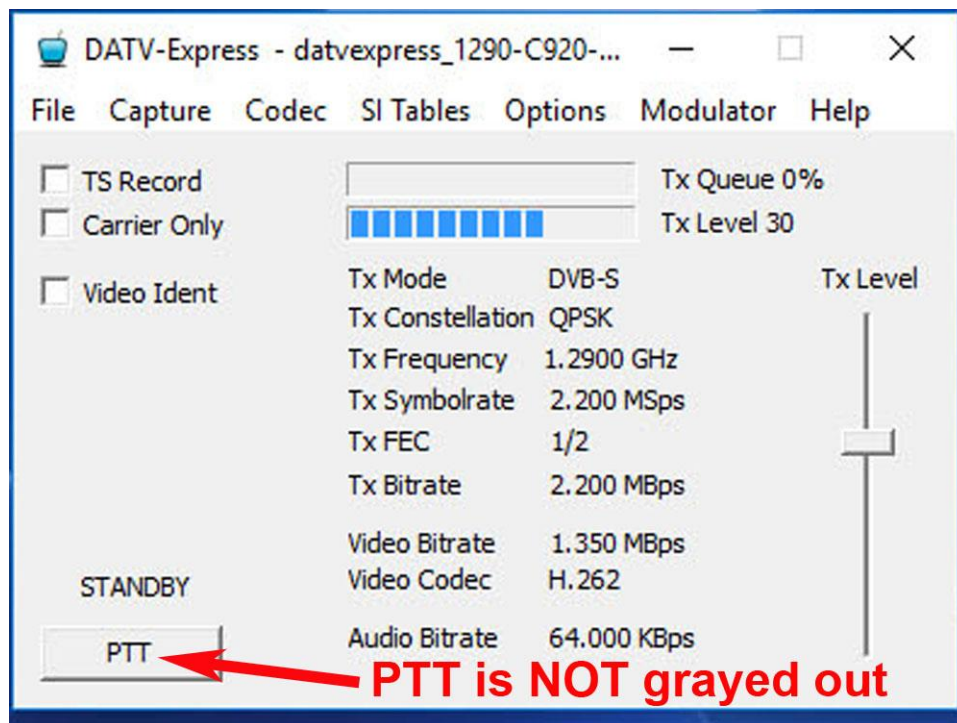

Figure 15 - L'écran PRINCIPAL confirme que le logiciel n'est plus en mode DEMO
- Si vous avez déjà réussi les étapes précédentes dans les sections 2.2.2 et 2.2.3, L'écran GUIDE PRINCIPAL de la Figure 15 doit s'afficher avec le bouton PTT qui n'est plus «grisé».